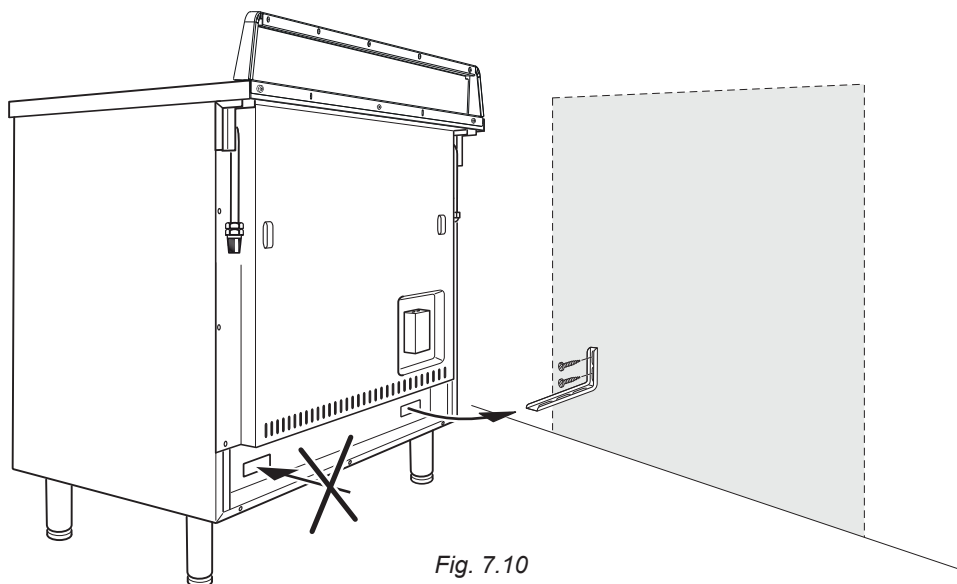

Fig. 7.10
4. Avvicinare la cucina alla parete e regolare l'altezza della staffa antiribaltamento in modo che possa inserirsi nella fessura sul retro della cucina, come mostrato in fig. 7.10.
Nel caso in cui sopra l'apparecchiatura vi sia un pensile o cappa mantenere fra il top ed il suddetto pensile o cappa la distanza minima pari a 650 mm (vedi anche fig. 7.10).
I prodotti della combustione dell'apparecchiatura a gas devono essere scaricati attraverso cappe collegate direttamente all'esterno (fig. 7.10).